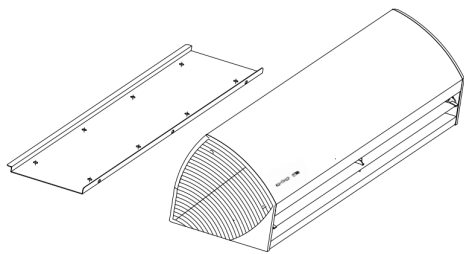

Imagen 1: saque la placa de montaje
1. Saque la placa de montaje: Después de desembalar, afloje el tornillo de sujeción de la placa de montaje de la parte inferior y separe el soporte del chasis de toda la máquina (imagen 1)